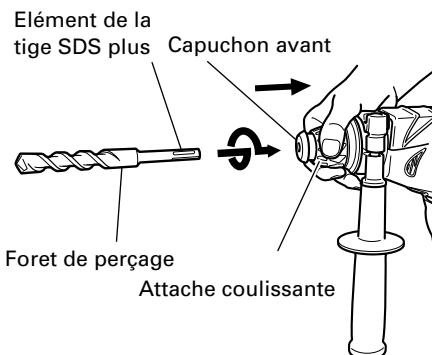

Fig. 2
## 6. Montage du foret de perçage (Fig. 2)
(1) Nettoyer la section de la queue du foret.
(2) Pour fixer un foret (tige SDS-plus), tirer à fond sur la poignée dans le sens de la flèche, tel qu'illustré à la Fig. 2, et insérer le foret aussi loin que possible tout en tournant manuellement.
(3) En relâchant la poignée, le foret est bien verrouillé.
(4) Pour extraire le foret, tirer à fond sur la poignée dans le sens de la flèche et extraire le foret.